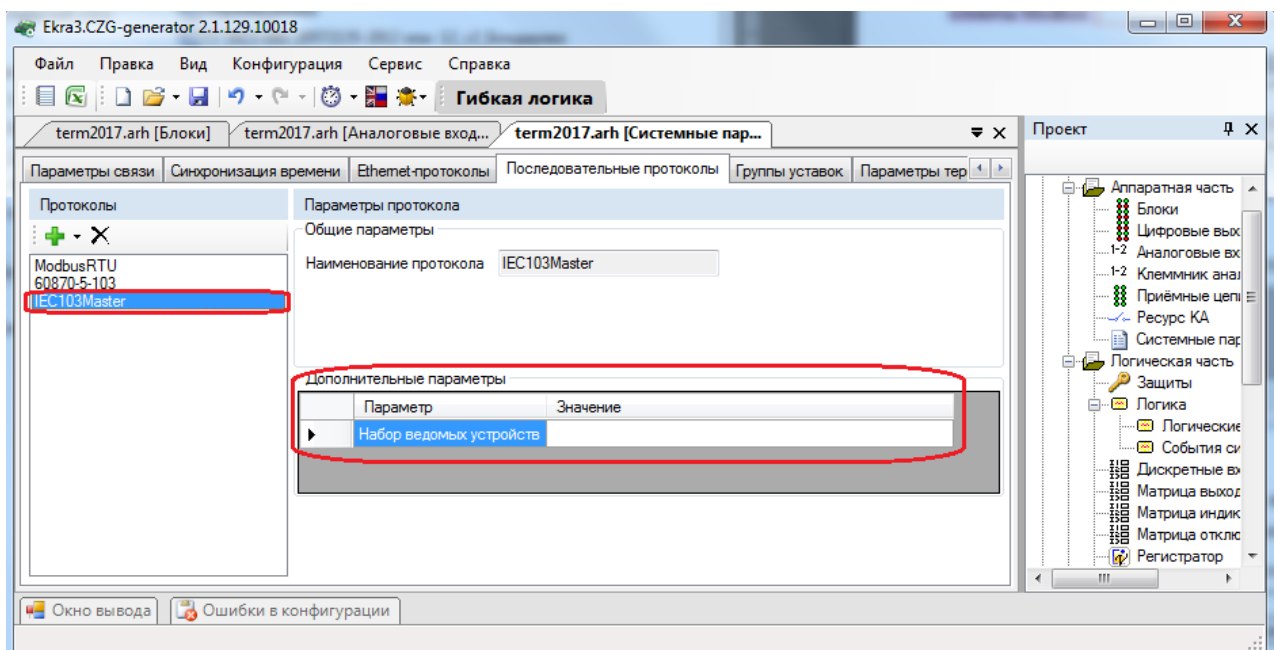

Рисунок 3.62
3.4.7.4.3 Дополнительные параметры протокола IEC 103Master (см. рисунок 3.62)